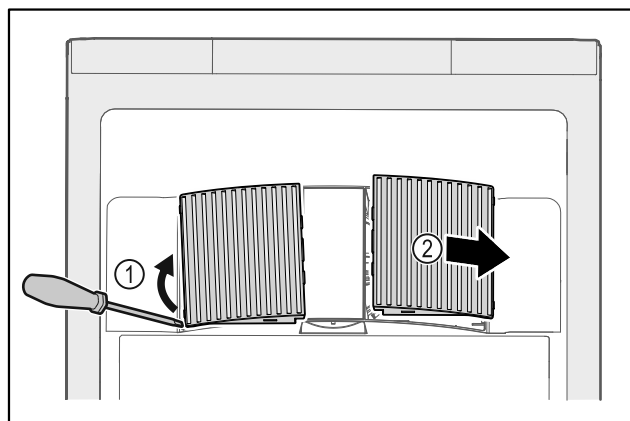

Fig. 145
- ▶ Izceliet uzmanīgi ventilatora pārsegu no sāniem Fig. 145 (1) un noņemiet uz priekšu Fig. 145 (2).